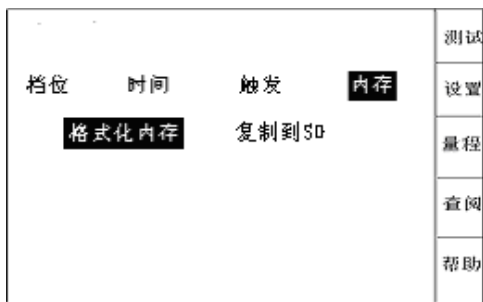
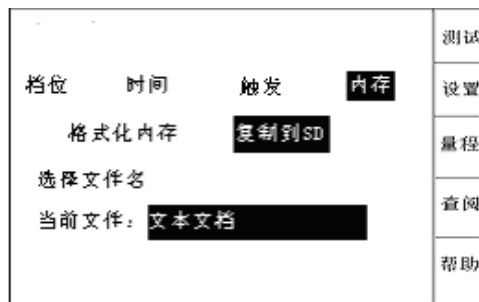

图 8
图 9
4. **内存**：按【确认】键，进入如图8所示界面，要格式化内存直接按【确认】键，按【▶】键确认出现如图9所示，按【▲、▼】键可选择当前文件名进行存储。按【确认】键存储到SD卡，存储完之后按【退出】键结束。